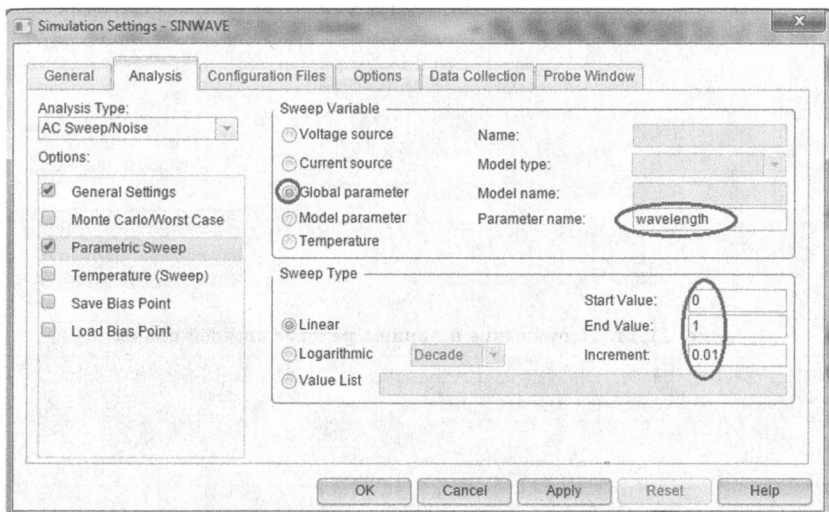

Рис. 11.12. Настройка параметрической развертки длины волны
6. Установите параметрическую развертку и настройте глобальный параметр развертки wavelength. Длины волны меняется от 0 до 1 с шагом 0.01, как показано на рис. 11.12. Нажмите OK.